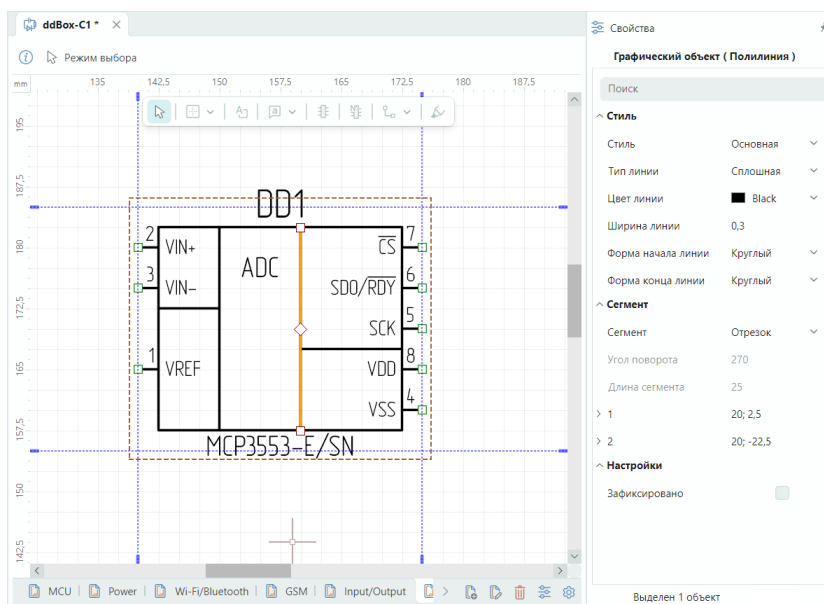

Рис. 38 Редактирование УГО компонента на схеме
2. УГО станет доступно для редактирования, см. Рис. 38. В панели «Свойства» откроется доступ к редактированию представления УГО компонента.